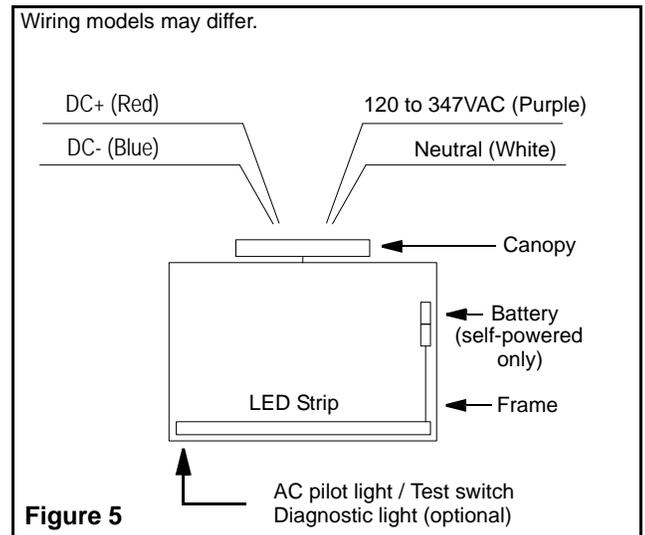

Figure 5
7. Make the proper wire connections. On the standard universal model, our unit accepts an input voltage of 120 VAC to 347 VAC (see Figure 5).
9. Secure the canopy unit assembly to the spider plate using the long screw provided (6).
Refer to Figure 5 for AC or DC wiring.
The diagnostic function uses a bi-color pilot LED indicator. Service is required if the LED turns red indicating that an alarm condition is detected (see Figures 5 and 6).
- Assurer un raccordement exact des fils. Sur le modèle de série universel, notre unité accepte une tension d'entrée de 120 VCA à 347 VCA (voir Figure 5).
- Fixer le groupe pavillon au plaque de fixation à l'aide de la longue vis fournie (6).
Se rapporter au câblage C.A. et C.C. de la figure 5. Pour la portion C.C. Enfiler le fil rouge (+) à la tension d'entrée C.C. positive et le fil bleu (-) à la tension d'entrée C.C. négative.
Un microcontrôleur intégré exécutera un test automatique de l'unité tous les mois, identifiera et affichera tout défaut des composantes électriques : batterie, chargeur de la batterie et DEL. Un test automatique d'une minute est exécuté tous les 30 jours, de 30 minutes tous les 6 mois et de 90 minutes annuellement. La fonction diagnostic emploie un témoin DEL bicolore. Le service est requis si la DEL passe au rouge, indiquant qu'une condition d'alarme est détectée (voir Figures 5 et 6).